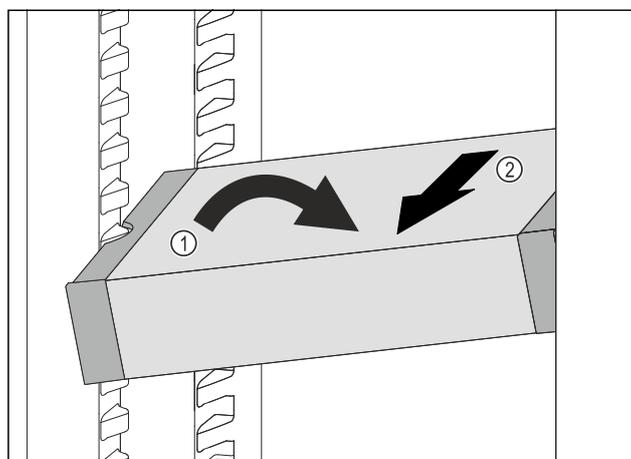

Fig. 102
- ▶ Impostare il vano frigorifero di VarioSafe ad angolo. Fig. 102 (1)
- ▶ Rimuovere VarioSafe tirando in avanti. Fig. 102 (2)